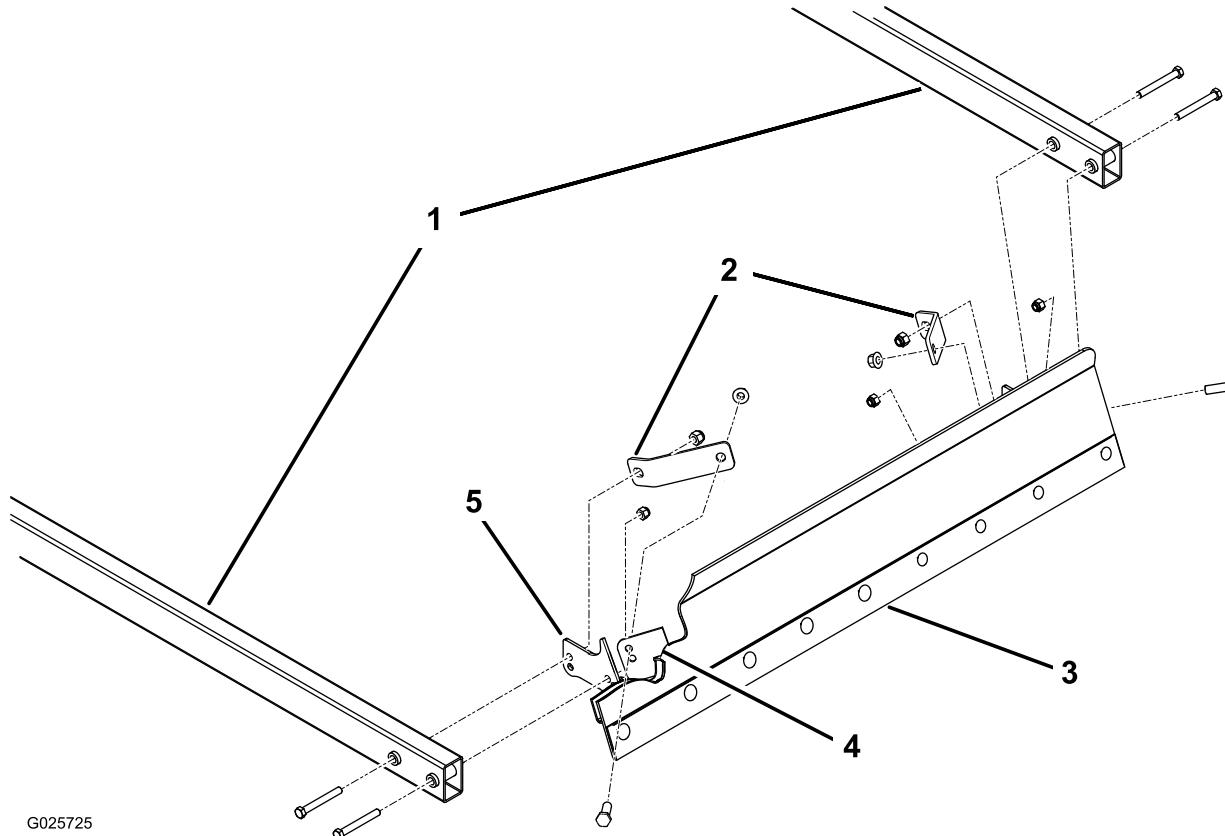

图 24
注意 如图 24 所示调整撑板位置。
2. 使用 4 个螺栓 $\frac{3}{8} \times 3$ 英寸和 4 个锁紧螺母 $\frac{3}{8}$ 英寸将提升臂的前部松散地固定到刀片安装支架和撑板上请参阅图 24。
注意 使用刀片安装支架上的上安装孔可以让刀片操作更加激进图 24。
3. 将刀片放在水平面上拧紧将提升臂固定到刀片的紧固件图 24。